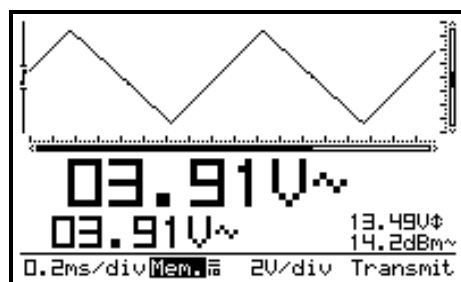

Fig 46
"Transmit" (1) s'affiche brièvement pendant la transmission du fichier. (**Fig.46**)